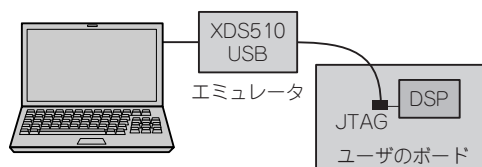

図10-2 エミュレータ経由での評価環境
2. 実機上でエミュレータを使って評価する場合 (図10-2)